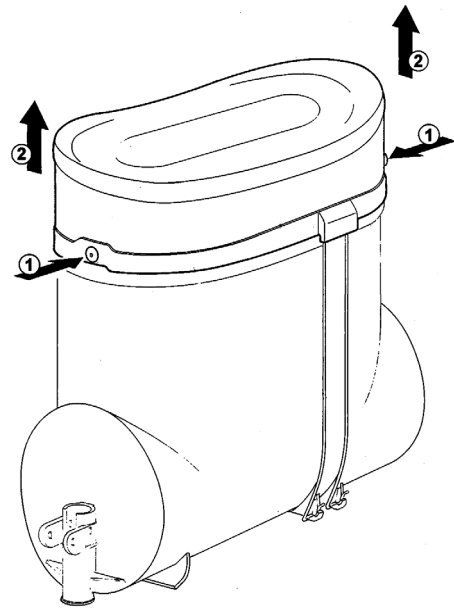

figura 1
**9** Para extraer la tapa, presione cualquiera de las dos teclas de desbloqueo y levántela. (ver figura 1)